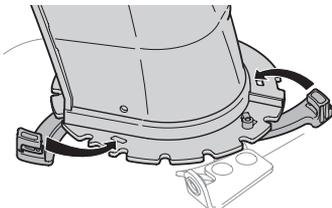

Figure 10
2. Fermez les attaches de la goulotte et faites-les enclencher pour bien fixer la goulotte à la base. Voir Figure 10.